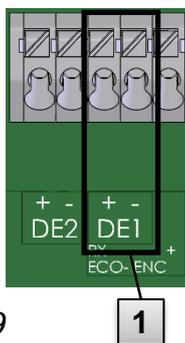

Abb. 9
1. Schließen Sie den Impulsausgang des Gaszählers an die Klemme „DE1“ (1) in Abb. 9) des EK205 an.
3. Lassen Sie den Temperaturlaufnehmer mit Hilfe der Plombierhülse **1** und der Drahtplombe **3** gemäß Abb. 9 durch einen Eichbeamten verplomben.